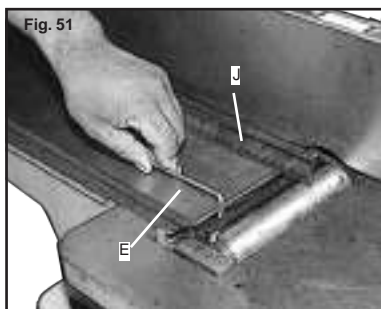

Fig. 51
- Gire el cabezal de corte manualmente hasta que la cuchilla esté en su punto más alto en cada lado del cabezal de corte. Para elevar la cuchilla use la llave (E) Fig. 51 y gire el tornillo en sentido de las manecillas del reloj hasta que la cuchilla toque la regla (J) en cada lado y el centro del cabezal de corte cuando la cuchilla esté en su punto más alto. Cuando este seguro de que la cuchilla esta ajustada apropiadamente, apriete los tornillos (B) Fig. 47.